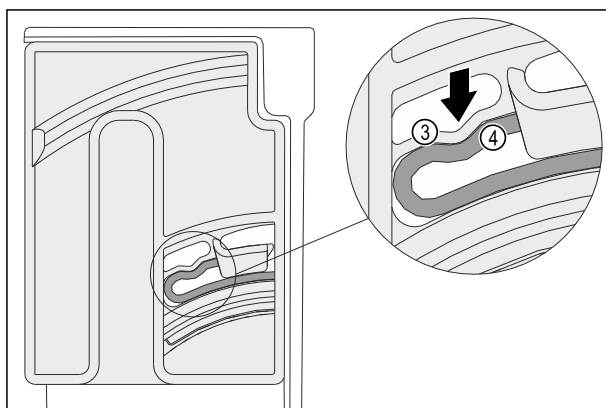

Fig. 115
- Elastický prvok Fig. 115 (3) otočnej jednotky počuteľne zapadne do okrúhlej formy rebra Fig. 115 (4).